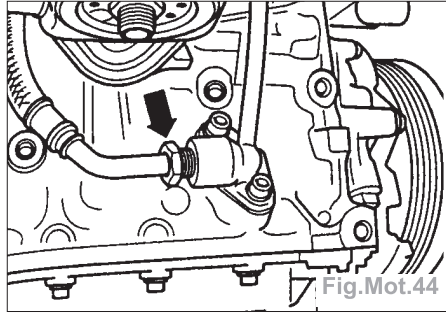

Fig.Mot.44
- du tube de guidage de la jauge d'huile la conduite de retour d'huile (Fig.Mot.44).